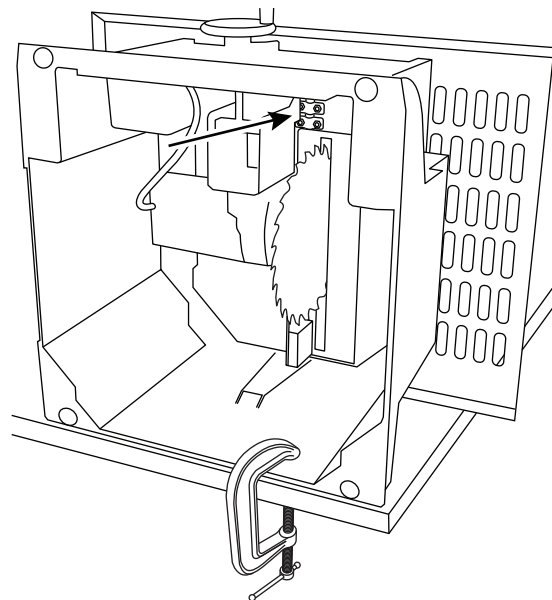

FIG. 12
9. Remove the combination square and stand the saw in the adjustment position - on its back side so you can access the six adjustment nuts **6**, **7**, **8** (Fig. 12) that secure the pivot rod to the table. Make sure the table is stable. Place tool on corner of table and secure with a clamp as shown in figure 12. The front adjustment screws **6** are accessible from outside of the base.
9. Retirez l'équerre combinée et redressez la scie pour la mettre dans une position appropriée pour pouvoir effectuer le réglage – sur son dossier – afin que vous puissiez avoir accès aux écrous de réglage 6, 7, 8 (Fig. 12) qui assujettissent la tige pivotante à la table. Assurez-vous que la table est stable. Placez la scie sur un coin de la table et fixez-la en place au moyen d'une bride comme illustré à la Figure 12. Vous pouvez accéder aux vis de réglage à l'avant 6 depuis l'extérieur de l'embase.
9. Retire la escuadra de combinación y ubique la sierra en la posición de ajuste, sobre su lado trasero, para que pueda obtener acceso a las seis tuercas de ajuste 6, 7 y 8 (Fig. 12) que sujetan firmemente la varilla de pivote a la mesa. Asegúrese de que la mesa esté estable. Coloque la herramienta sobre la esquina de la mesa y sujétela firmemente con una abrazadera de la manera que se muestra en la figura 12. Los tornillos de ajuste delanteros 6 son accesibles desde el exterior de la base.